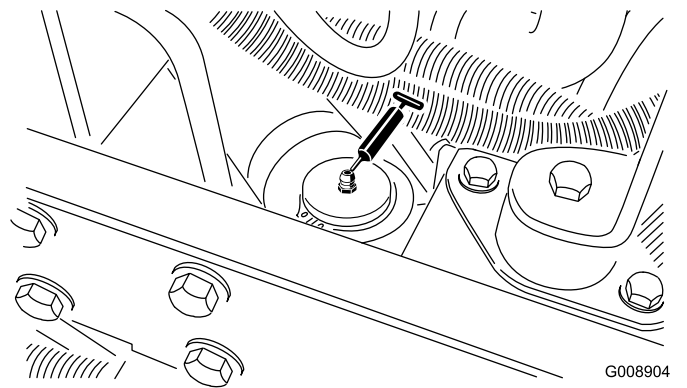

Рисунок 55
- Цилиндр рулевого механизма (Рисунок 55).